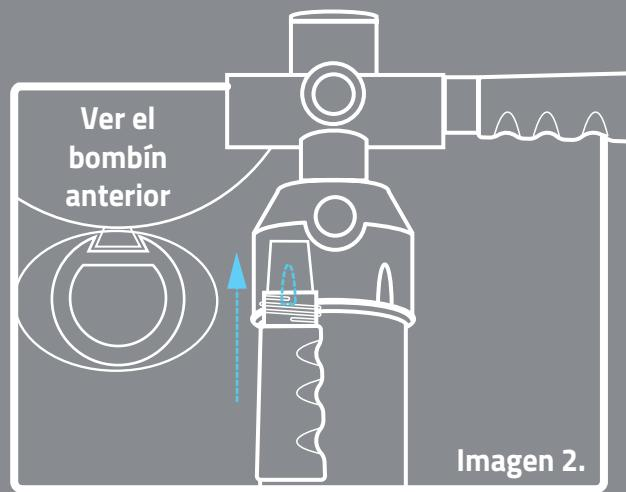

Imagen 2.
- Para minimizar el tamaño del bombín, separa las empuñaduras del bombín girándolas hacia la izquierda, Imagen 1 hasta que se desprendan completamente e introducelas en los dos soportes para las empuñaduras, **Imagen 2.**